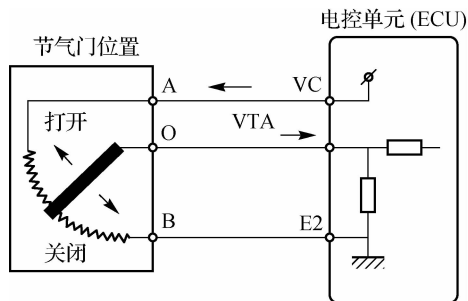

图 3-38 节气门位置传感器的电路
(2)用电位器改变输出电压。汽车电路系统中许多传感器是用电位器的分压工作原理制成的。节气门位置传感器的电路如图 3-38 所示,电位器 A 和 B 接电源正、负极,滑动触点 O 和固定端 B 为输出电压。当滑动触点在外力作用下滑动时,改变了两部分电阻的比例关系,从而得到不同的输出电压。当滑动触点从节气门关闭状态移动到节气门完全打开状态时,VTA 输出电压从最小值线性变为最大值。